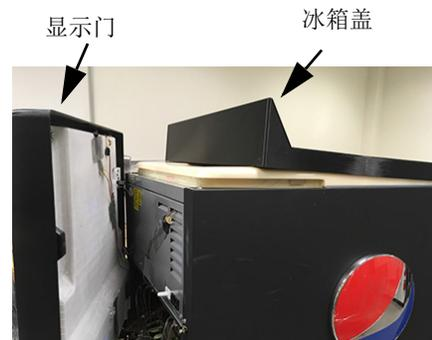

图 23
2. 从冰箱取下冰箱盖。参阅 图 23.
4. 装回冰箱盖。参阅 图 23.
5. 关闭门参阅 图 23.